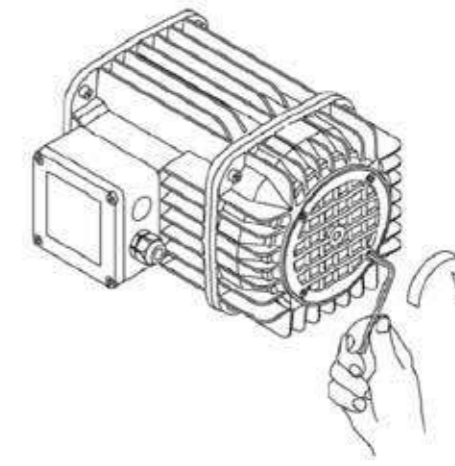

fig.130
8. Rimontare la griglia (aeratore) avvitando completamente le quattro viti. (fig.130)